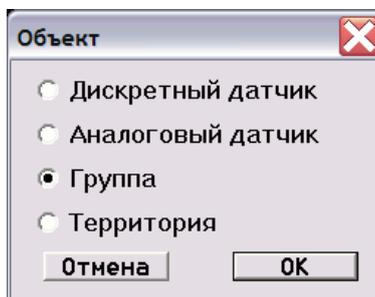

Рисунок 49.
2. Дважды щелкните «мышью» в поле «Объект». На экране появится окно выбора объекта (рисунок 49). Выберите объект и нажмите «ОК». В зависимости от того, что вы выбрали, будет выведен список дискретных датчиков, аналоговых датчиков, список групп или территорий. В списке выберите конкретный датчик, группу или территорию и нажмите «ОК».